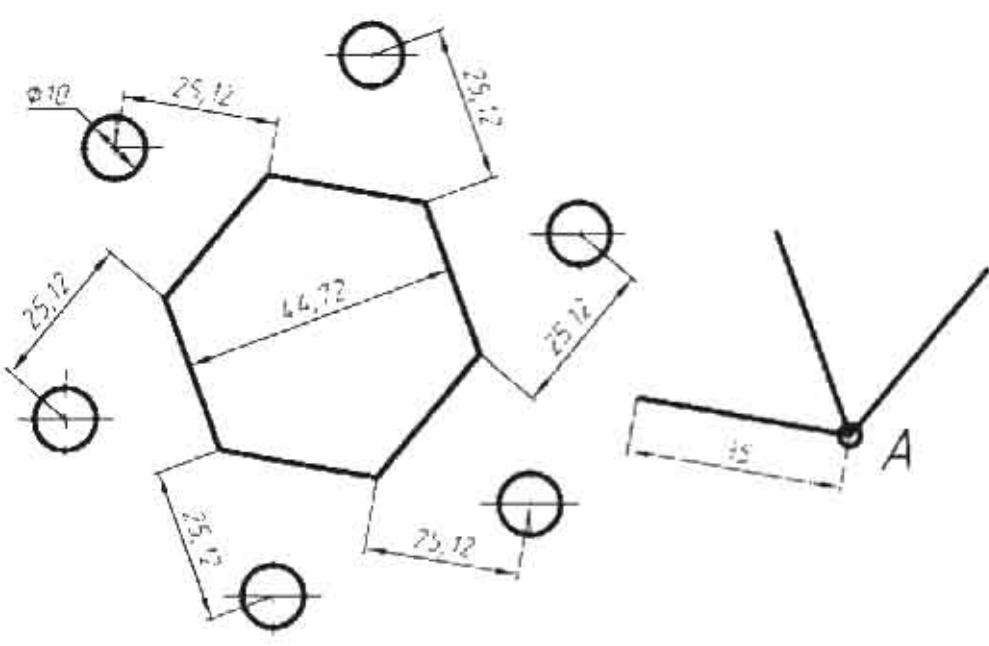

Рис. 10.4 Чертеж к четвертому заданию
10.2.4. Начертить окружности в продолжении сторон шестиугольника. Центровые линии окружностей приставить центровыми маркерами. Из точки А провести отрезки прямых длиной 35 мм, параллельные сторонам шестиугольника (рис. 10.4).